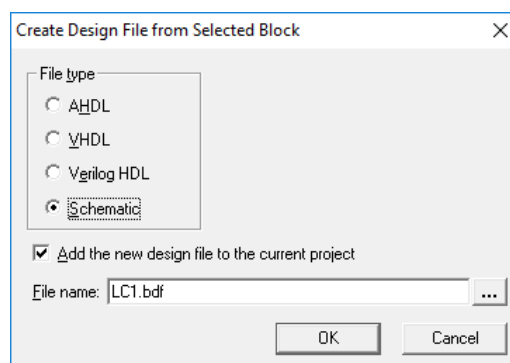
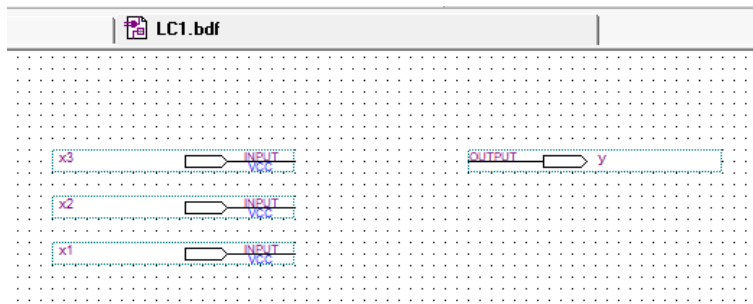
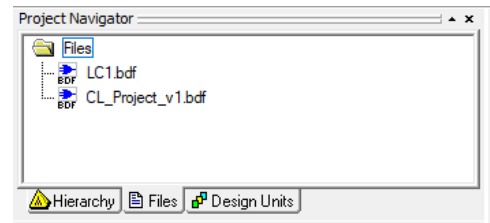

Рис.1.26.
Рис. 1.27.
Рис. 1.28.
**5.1.** Створіть файл опису роботи функціонального блоку **LC1**. Для цього натисніть правою клавішею мишки на блоці **LC1** та в контекстному меню виберіть команду «**Create Design File from Selected Block...**», відкриється вікно створення нового файлу опису виділеного блоку. В списку **File type** виберіть спосіб створення нового файлу, в нашому прикладі, це **Schematic** для створення файлу опису в графічному редакторі (рис. 1.26). Інші пункти списку призначені для створення файлів опису на відповідних мовах програмування апаратури. Зверніть увагу, що САПР пропонує назву файлу опису відповідно до назви блоку, що описується. Можна задати власне ім'я файлу. Далі відкриється нова вкладка графічного редактора з заданим ім'ям (рис. 1.27). Новий файл з'явиться в навігаційній панелі (рис. 1.28).
Зверніть увагу, що знову створений файл опису містить контакти для приєднання до файлу верхнього рівня ієрархії, які були створені під час створення блоку верхнього рівня (рис. 1.27).